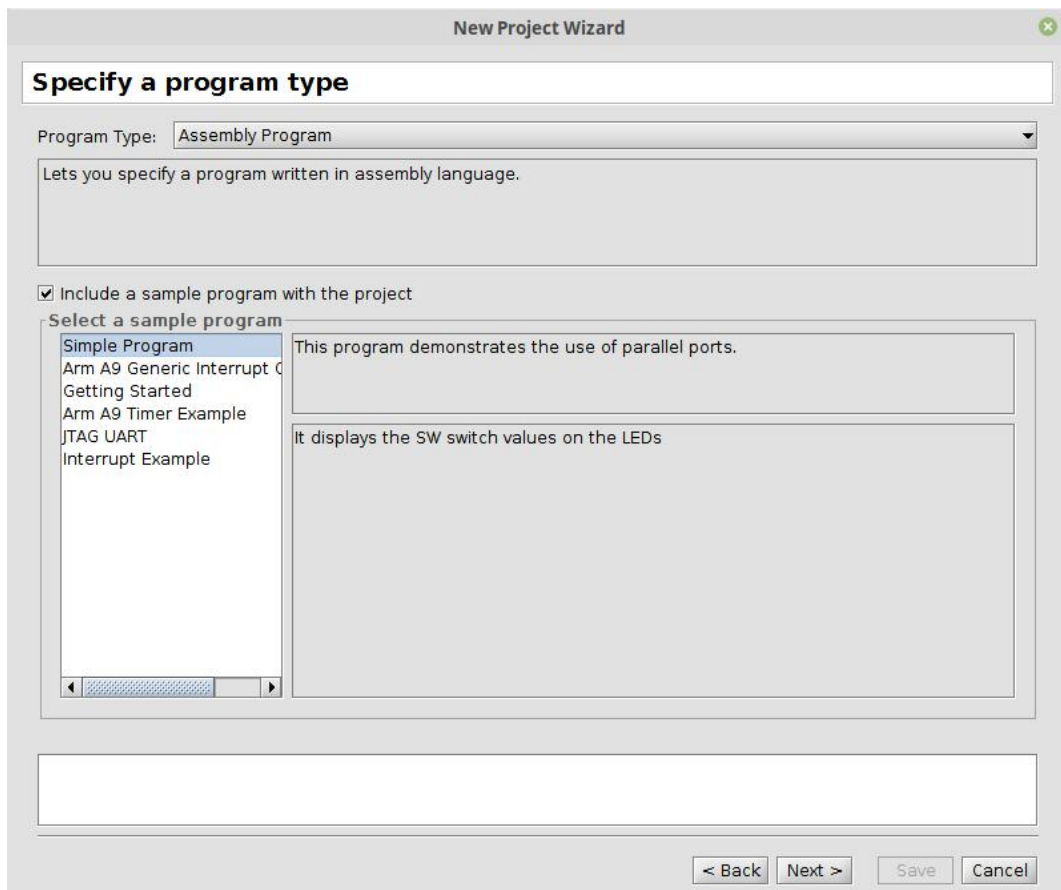

Рис. 37. Вкладка Specify a program type
9. Цього разу оберіть *Assembly Program*. Також поставте галочку у графі *Include a sample program with the project*, вона доступна тільки для *DE-X Computer* та не доступна для власноруч розроблених систем. Оберіть приклад програми під назвою *simple_program*. Вона переносить стан перемикачів на світлодіоди. рис. 37 показує, як має виглядати вікно. Натисніть *Next*.